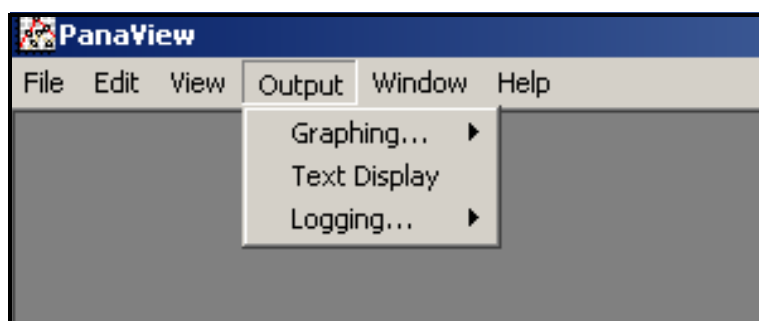

Рис. 16: Меню вывода
1. В PanaView раскройте меню *Output* (Вывод), как показано на *Рис. 16* ниже, и щелкните опцию *Text Display* (Текстовое отображение).